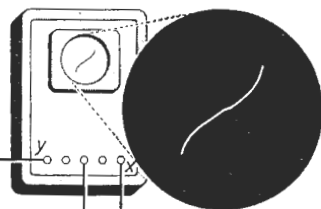

Fig. 25b
- Zet het X-kanaal van de oscilloscoop op „extern”. Regel de X- en Y-versterking tot een afbeelding volgens fig. 25b zichtbaar wordt.